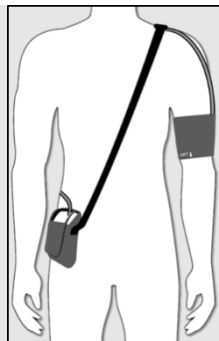

Fig. 1. : Mobil-O-Graph®
- Veillez à la fixation correcte de la bandoulière/ceinture et du tuyau du brassard, voir Fig. 1.
- Le raccord du tuyau sur le brassard doit être dirigé vers le haut, voir Fig. 1.